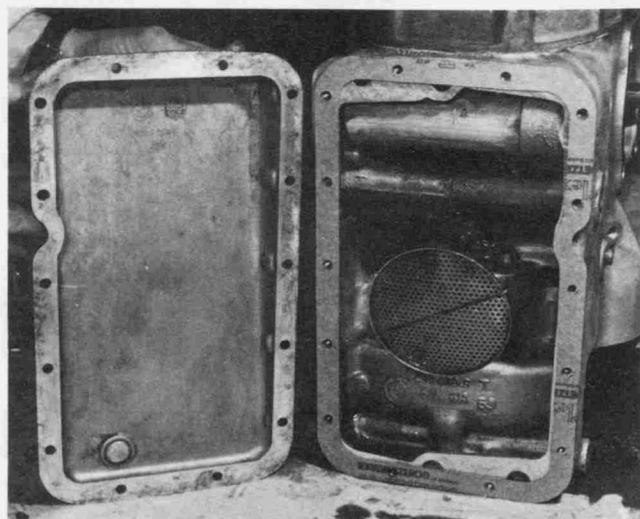

Bild 216
- Soll die Ölwanne abgenommen werden, werden die 14 Schrauben herausgedreht, wonach die Ölwanne herunterfällt. Den Zustand der Ölwanne-Dichtung kontrollieren. Beschädigte oder zusammengepresst Flachdichtungen sind zu ersetzen. Die Ölwanne von innen reinigen (Bild 216).